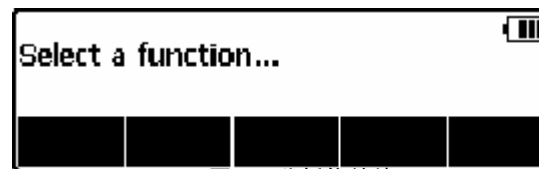

图 3. 分析仪就绪显示
按下顶面板上的电源按钮 (O)，打开分析仪。短时间的自测试后，分析仪将显示图 3 中显示的屏幕以指示其已处于待机状态。